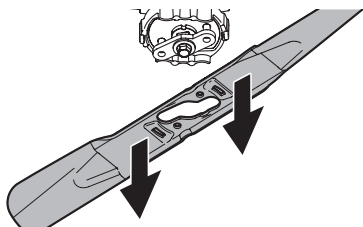

Figura 45
- Cuando el orificio del centro de la cuchilla se alinee con el retenedor de cuchillas del tractor, baje la cuchilla con cuidado. Consulte la Figura 45.